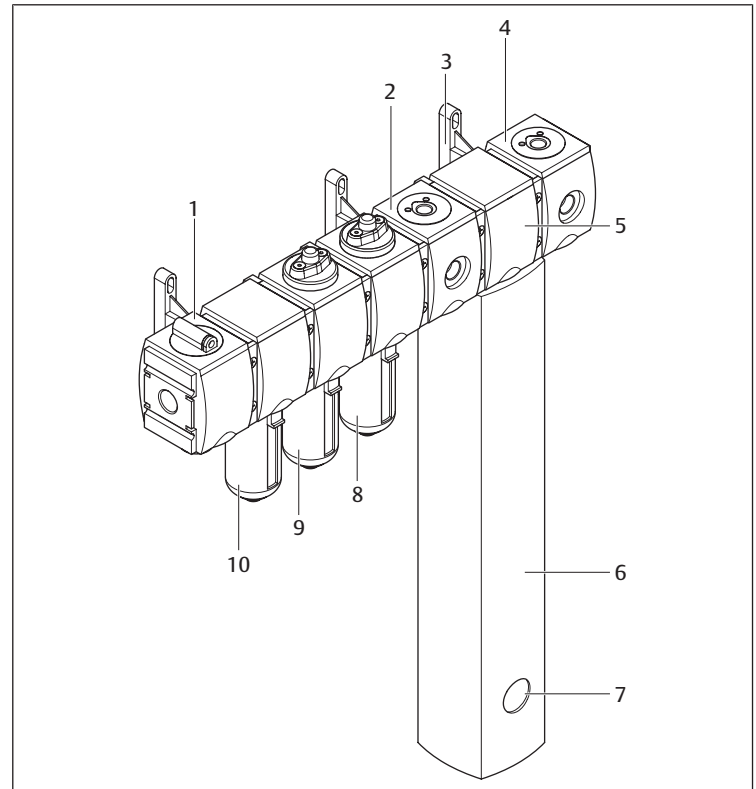

Fig. 1: Montage et raccordement du sécheur à membrane
- L'ouverture d'air de balayage (voir → Fig. 1 (7)) ne doit pas être fermée.